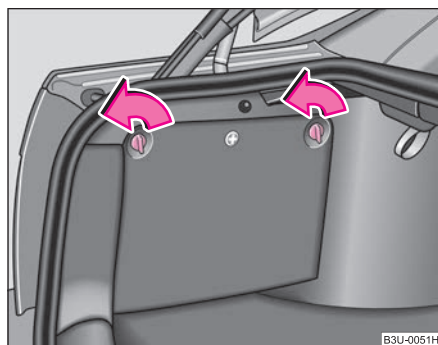

Fig. 70 Maletero:
- Este compartimento puede abrirse girando los cierres en el sentido de la flecha ⇒ fig. 70.